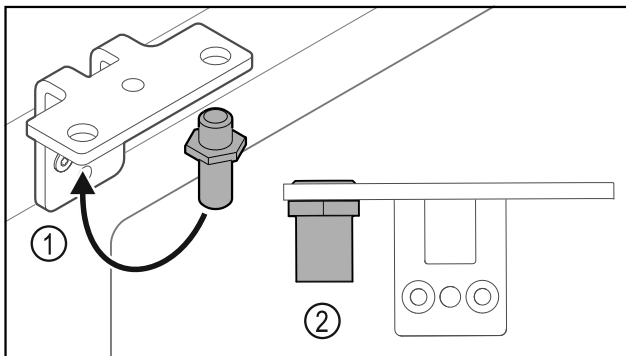

Fig. 34
- Aseta saranakulman pultti Fig. 34 (1) toiseen paikkaan.
- Kiristä pultti Fig. 34 (2) **vääntömomentilla 12 Nm**.